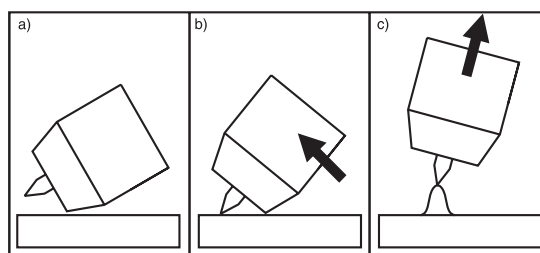

Abb. 5/2: Liftarc
- Schweißung durchführen (siehe Abb.5/2)